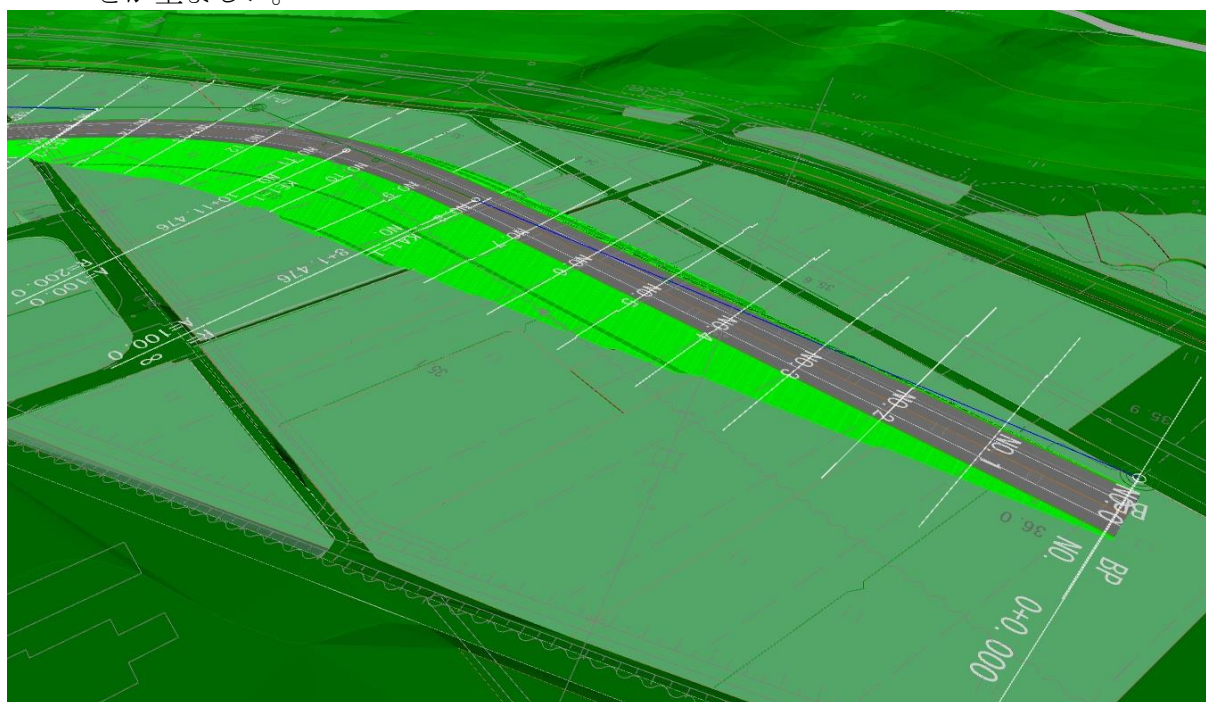
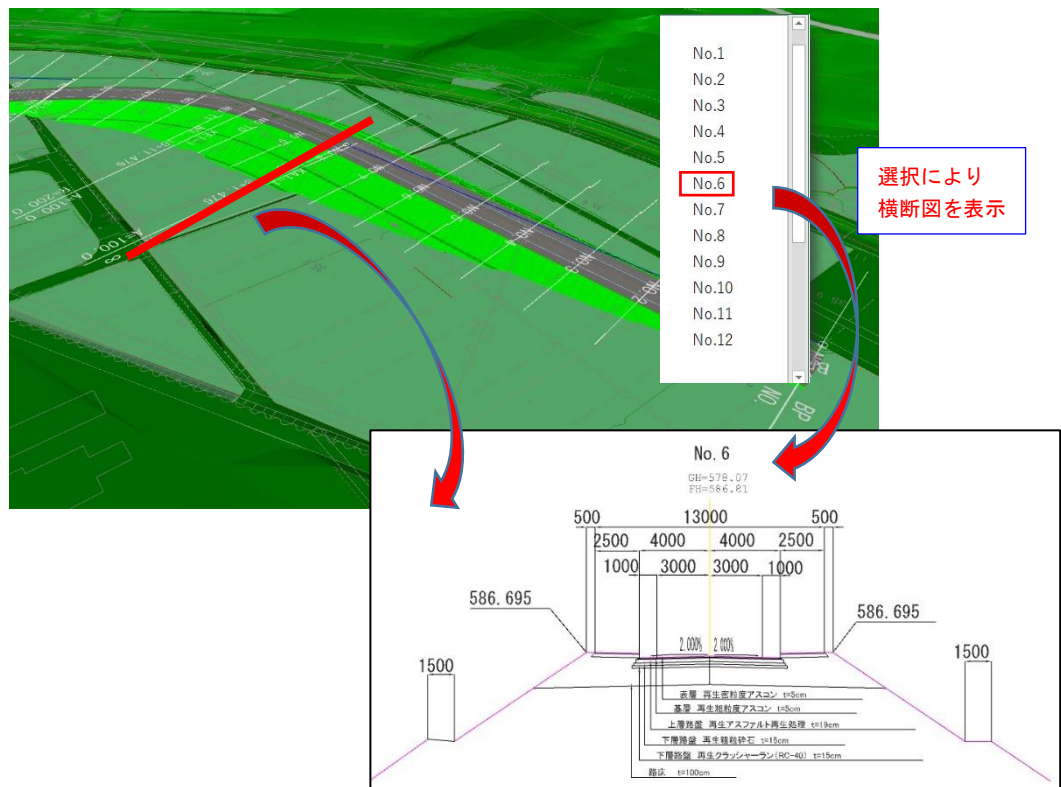

図 4-4 3DA 平面位置図の例
図 4-5 3DA 平面位置図からの横断面の表示例
4) 3DA 平面位置図は、「第 1 編 共通編 2-5 3DA 平面図の設定」により、設定した 3DA 平面図の位置図を作成・表示する（図 4-4 参照）。3DA 平面図は、3DA 平面を選択、又は表示された図面名（横断面図位置等）を選択することにより表示できる（図 4-5 参照）。